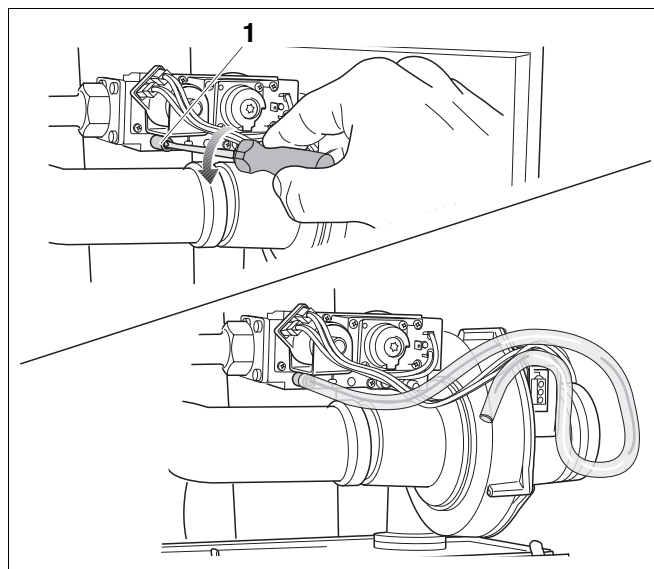

Рис. 75 Удаление воздуха из газопровода
- Отвернуть на 2 оборота запорный винт на ниппеле (рис. 75, поз. 1) для измерения давления подключения газа и удаления воздуха и надеть на ниппель шланг.